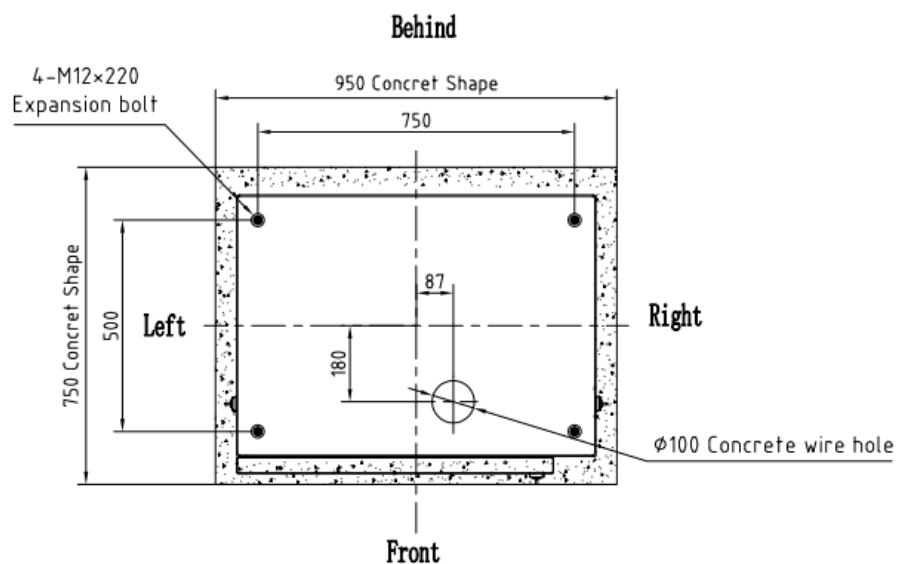

Рис. 3 Монтажные размеры основания
2) Монтажные размеры основания приведены на рис.3: